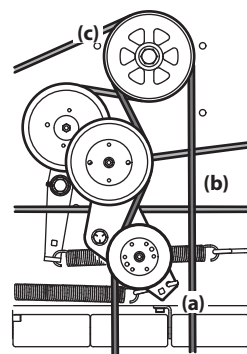

Figure 4-13
- Insérez un bras de force de $\frac{1}{2}$ " dans le support de la poulie de tension (a) et tournez-le vers la droite de l'appareil. Faites glisser la courroie de la prise de force (b) hors de la poulie de la prise de force (c). Voir Figure 4-13.